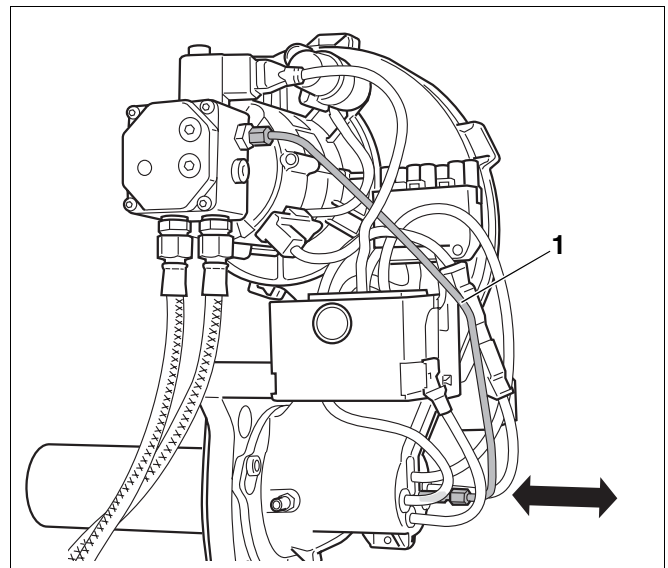

Abb. 34 Korrekten Sitz des Mischsystems prüfen
- Ölzuleitung (Abb. 34, **Pos. 1**) in der gezeigten Weise ca. 5 mm herausziehen.